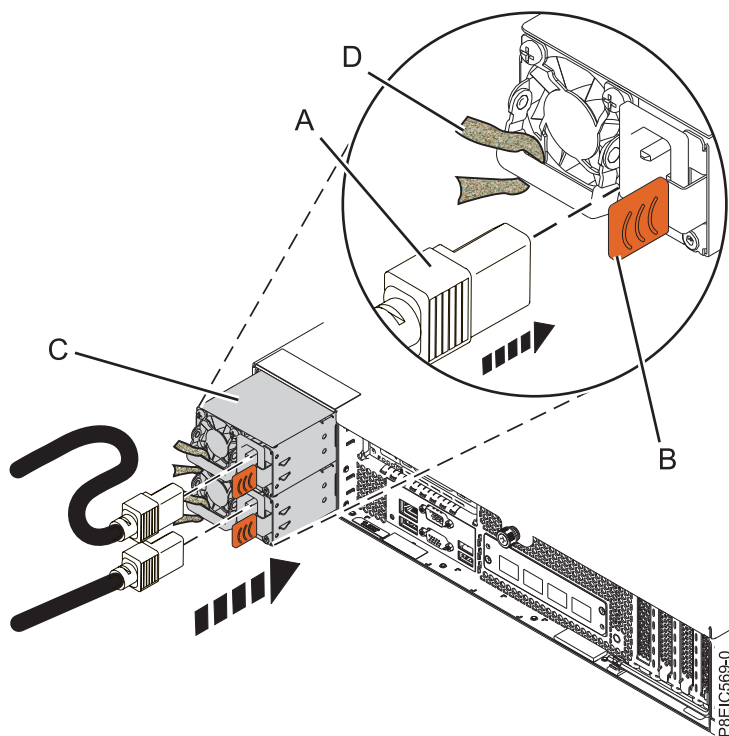
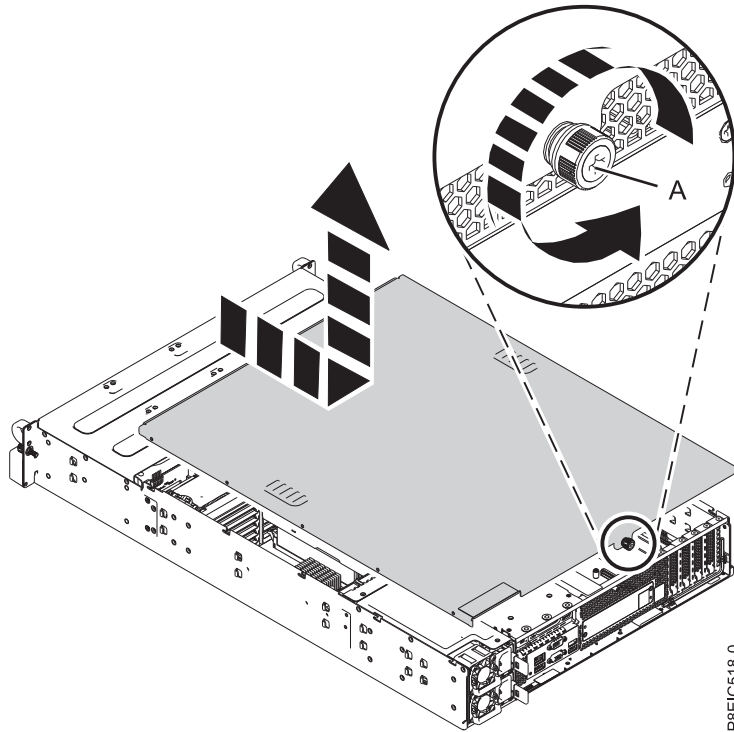

図 117. システムへの電源コードの接続
図 120. 保守カバーの取り外し
2. ラベルを確認して、電源コードをシステム装置に再接続します。図 120 ページの図 117 を参照してください。
1. システムの背面で、カバーをシャーシに固定しているカバーねじ (A) を緩めます。 図 120を参照してください。